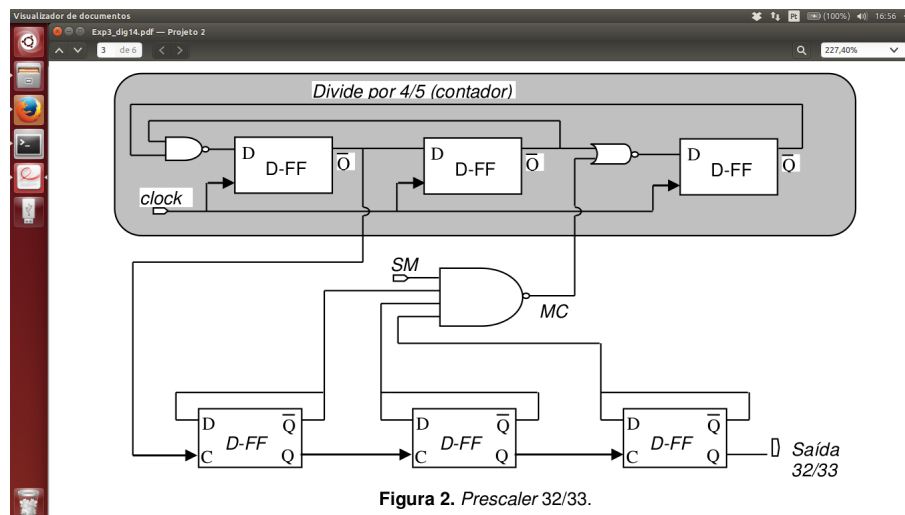

Figura 2: Prescaler 32/33
**13.** Considere agora o circuito da **Figura 2**.